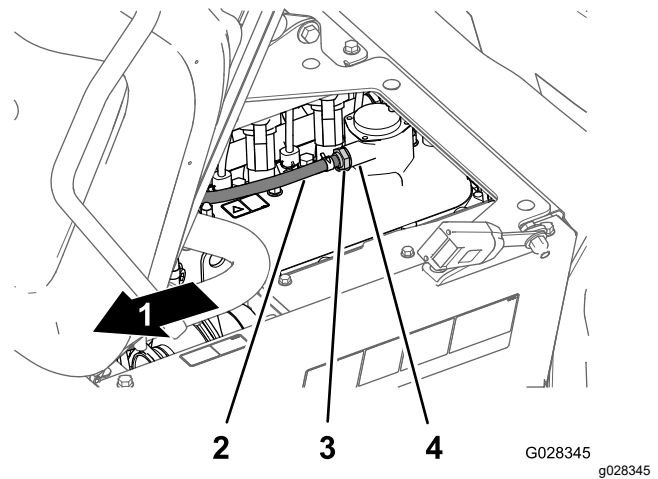

Bild 81
Hinweis: Wenn die innere Drossel des Ventils klappert, ist das PCV-Ventil funktionsfähig; wenn die innere Drossel beim Schütteln nicht frei klappert, muss das PCV-Ventil ausgetauscht werden (Bild 81).
4. Setzen Sie das PCV-Ventil ein, bis es vollständig in der Dichtung am Anschlussstück am Ventildeckel sitzt (Bild 81).
2. Entfernen Sie das PCV-Ventil vom Anschlussstück des Ventildeckels (Bild 81).